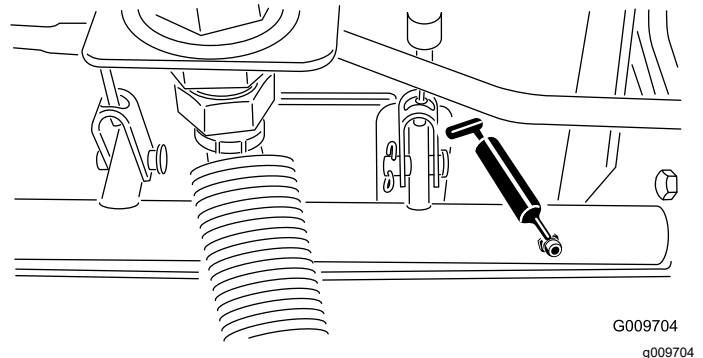

Figure 36
- Roulements d'axes de pivots de freins (5), comme montré à la Figure 36.